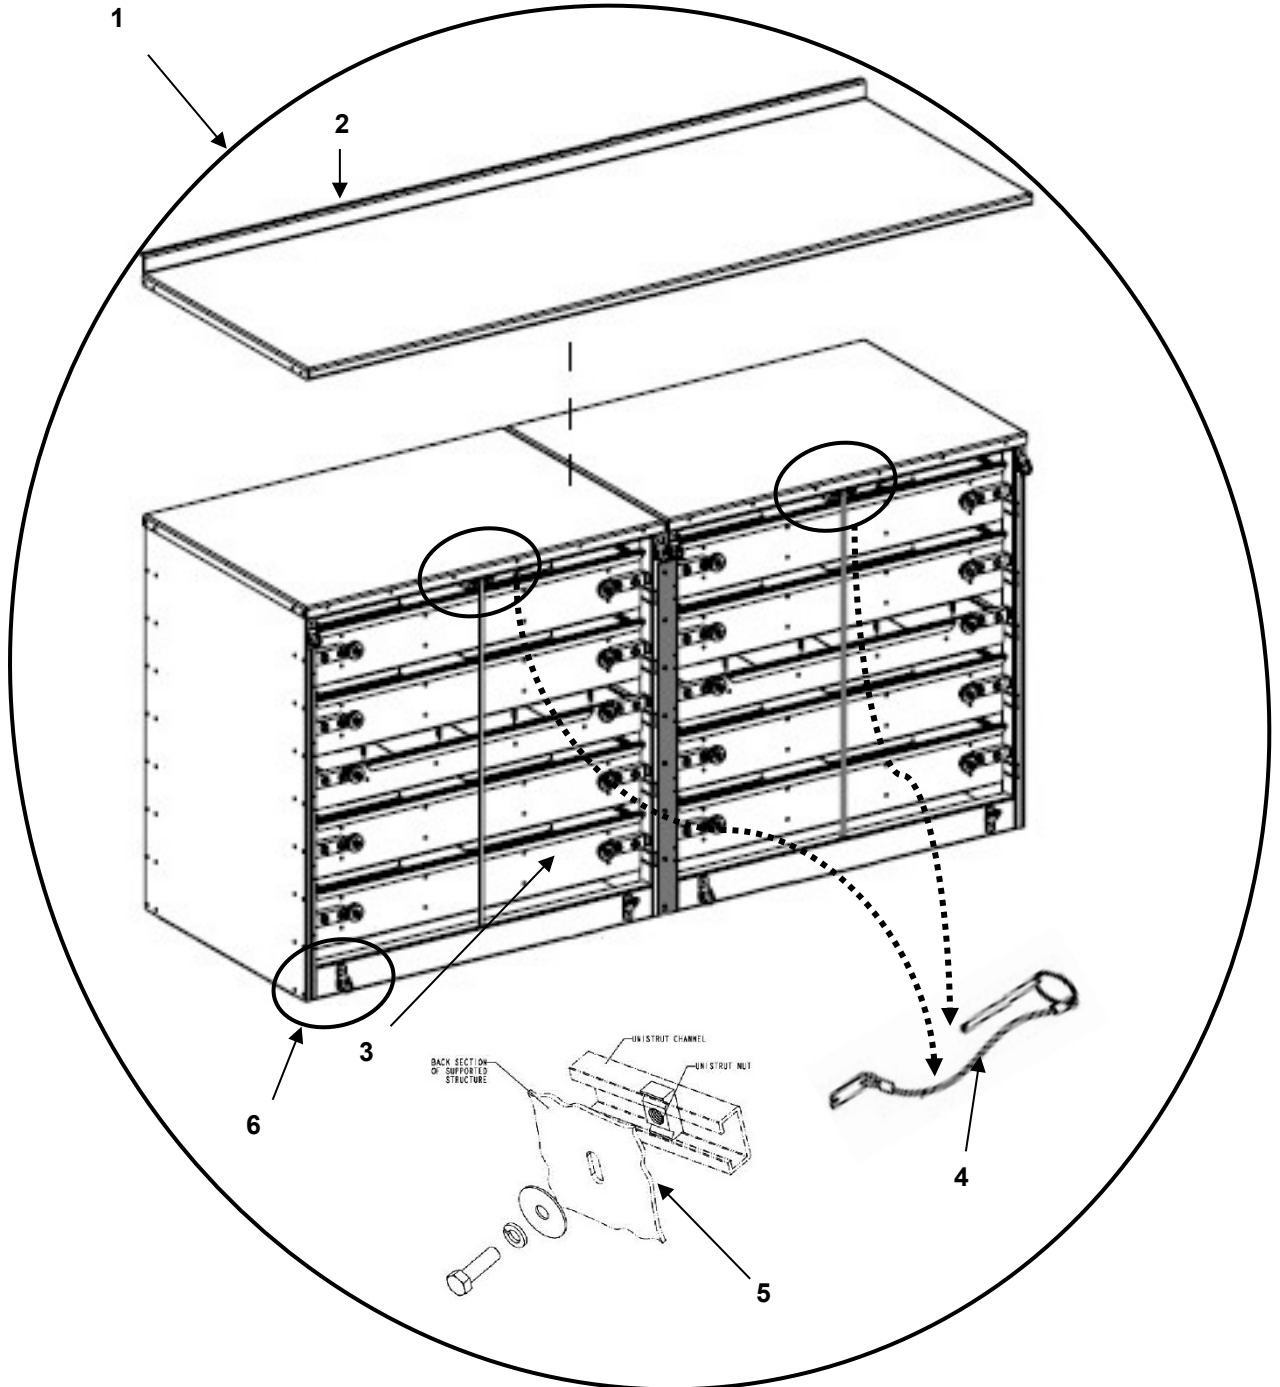

FIGURE 07 RIGHT SIDE CABINET/WORK BENCH
**Figure 07 to Figure 10**
GROUP 0201 FIGURE 07 RIGHT SIDE CABINET/ WORK BENCH
END OF FIGURE 07